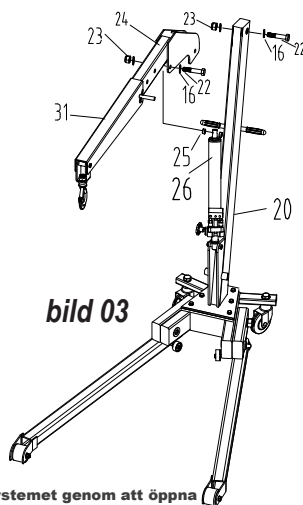

bild 03
- Se bild 03 : Använd den självvåtdragande muttern nr 23 och bulten nr 22 för att fästa pumpen nr 26.